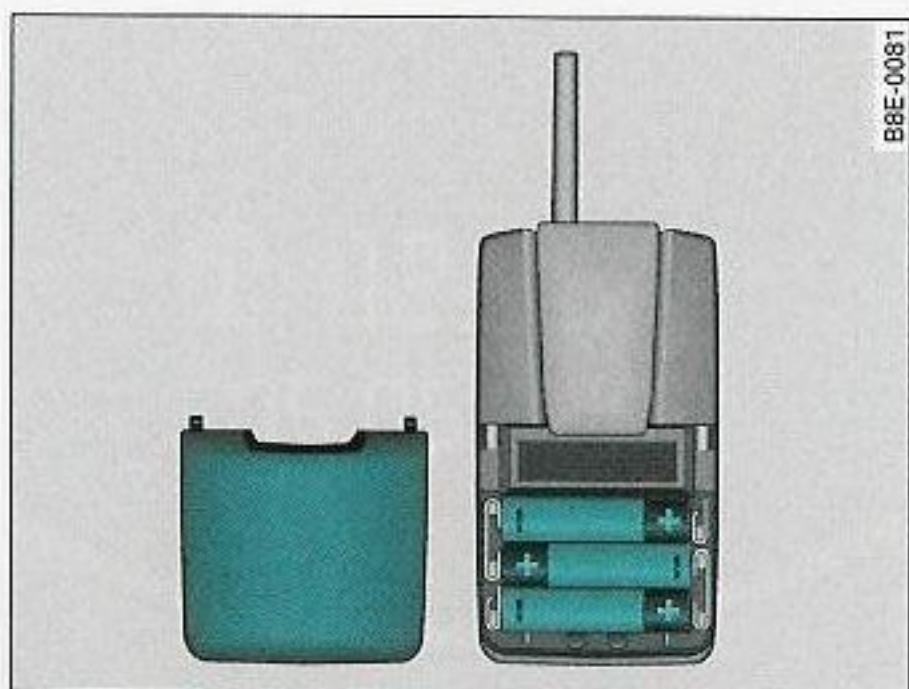

Fig. 139 Control remoto para calefacción / ventilación estacionaria, cambio de batería
- Retire hacia atrás la tapa de las pilas del control remoto ⇒ fig. 139 y quítela.